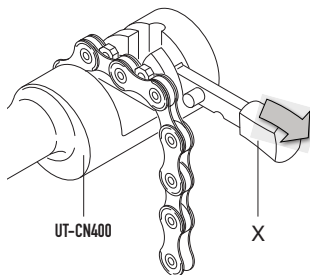

Fig.3
- Préparez l'outil **UT-CN400** en positionnant la languette en position de ouverture (X - Fig. 3).
- insérez le maillon à ouvrir dans l'outil **UT-CN400** (Fig. 3) en ayant soin de finir par un maillon interne;